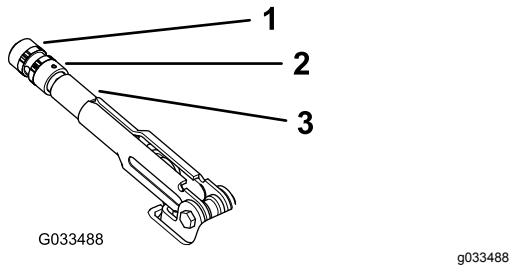

Figura 64
2. Desaperte o parafuso de afinação que fixa o manípulo à alavancas do travão de mão (Figura 64).